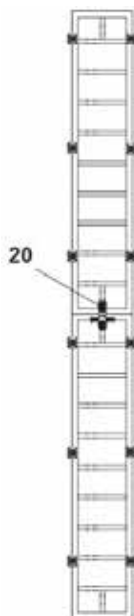

Рис. 53
При наращенных единицах (TR ST 24, 30, 44, 45, 50, 60, 72, 80) высотой 6,00м и более, соединения элементов выполняются с помощью одного выпрямляющего замка типа BFD (20) (Рис. 53)